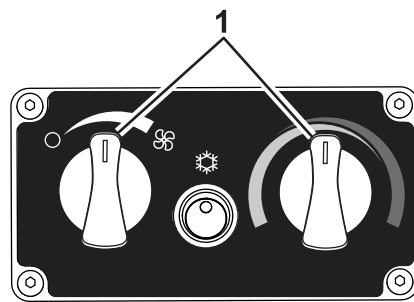

Figura 7
7. Spostate le manopole di comando sulla posizione centrale, come illustrato nella Figura 7.